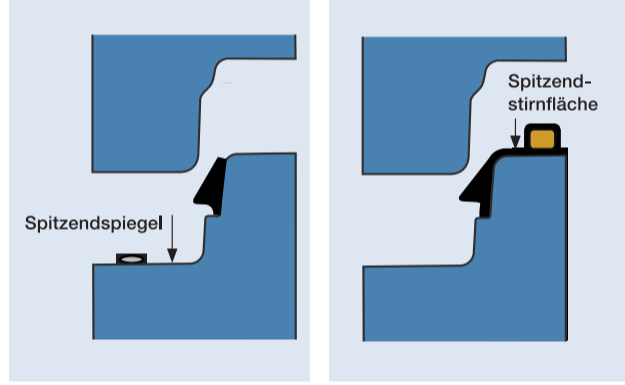

Abbildung 4      Abbildung 5
- Gleitringdichtung auf dem Spitzende mit loselem Lastübertragungselement auf dem äußeren Spitzenspiegel (Abbildung 4),